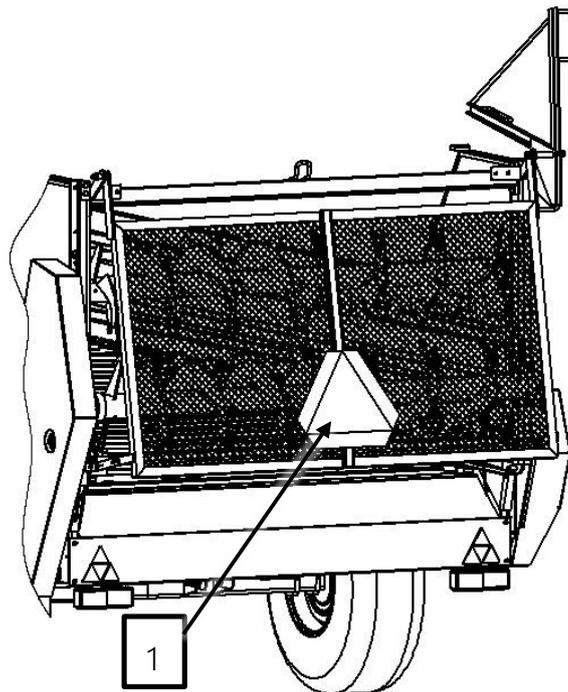

Abbildung 2. Befestigungsstelle der Kennzeichnungstafel für bauartbedingt langsam fahrende Fahrzeuge
- Bei der Fahrt auf öffentlichen Straßen muss die dreieckige Kennzeichnungstafel für bauartbedingt langsam fahrende Fahrzeuge (Pos. 1, Abb. 2) angebracht werden. Die Tafel muss in der Halterung an der Streuwalzenabdeckung angebracht werden.